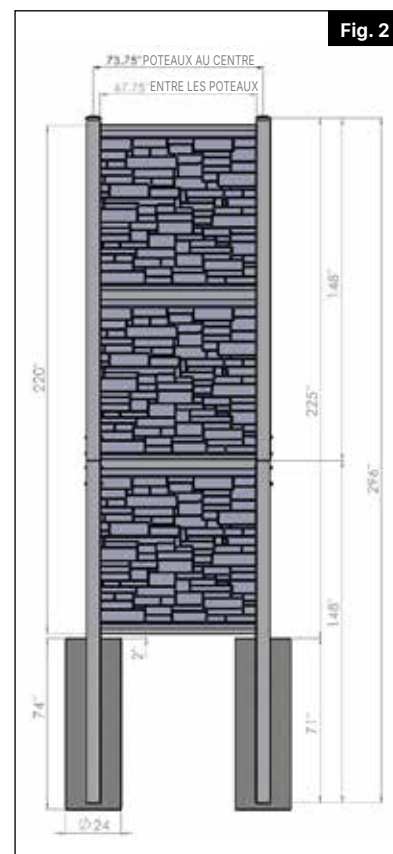

Fig. 2
- b. Insérez le raccord dans le poteau en poutre en I de 148" alignez les trous de boulons et fixez à l'aide des pièces fournies (boulons de $\frac{5}{8}$ "- 7" de long, (2) rondelles plates, rondelle élastique et écrou (Fig. 2).
- c. Insérez l'autre poutre en I avec le raccord dans la poutre en I de 148" alignez les trous de boulons et fixez à l'aide des pièces fournies (boulons de $\frac{5}{8}$ "- 7" de long, (2) rondelles plates, rondelle élastique et écrou (Fig. 2).